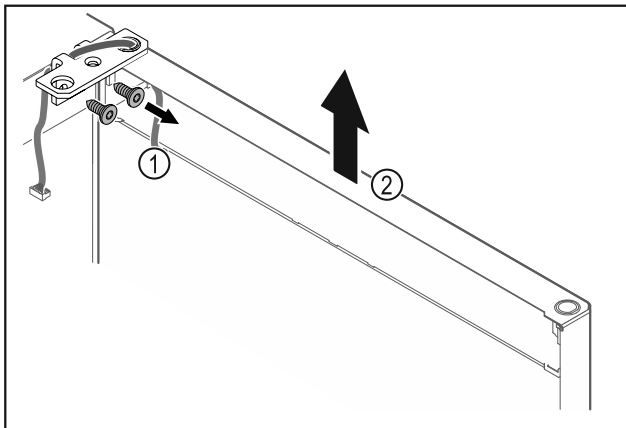

Fig. 19
- ▶ Lironi vidat e profilin të menteshës Fig. 19 (1).
- ▶ Ngrini drejt lart derën së bashku me profilin e menteshës Fig. 19 (2) rreth 200 mm dhe hiqeni.